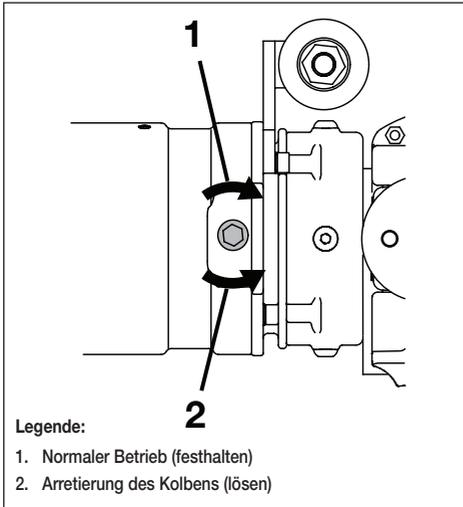

Abbildung 9, Halteschraube des Kolbens
Überprüfen Sie vor der Verwendung des Schneidgeräts, ob die Halteschraube des Kolbens vollständig im Uhrzeigersinn gedreht und fest angezogen ist. Verwenden Sie dazu einen 8 mm Inbusschlüssel. Siehe Abbildung 9.
3. Stellen Sie sicher, dass die Halteschraube des Kolbens vollständig im Uhrzeigersinn gedreht ist. Siehe Abbildung 9.